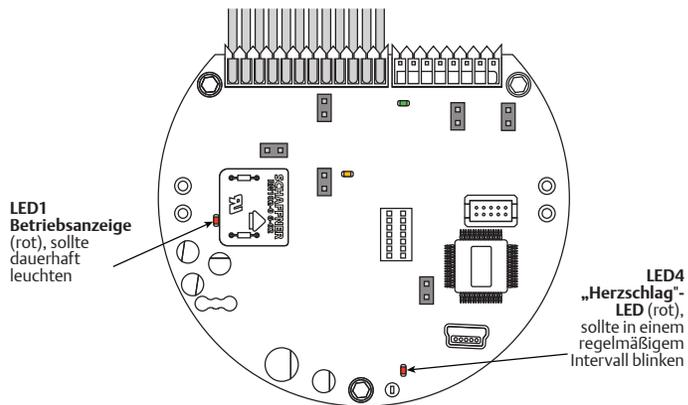

Abb. 10: Die LEDs zeigen an, dass der ER5000 korrekt an die Stromversorgung angeschlossen wurde.
6. Nehmen Sie den Deckel des ER5000 ab, um Zugang zur Steuerplatine zu erhalten. Siehe auch *Abb. 10*